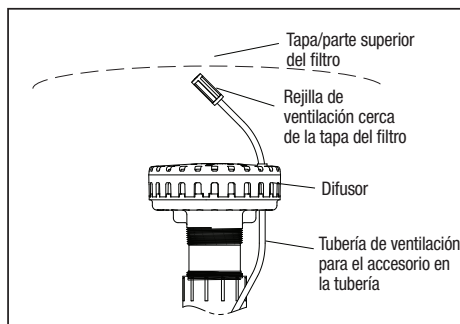

Figura 11. Posición de escape automático
9. Asegúrese de que el tubo de escape automático esté en su lugar (enroscado a través del difusor) y que la rejilla de ventilación esté instalada en la parte superior del tubo de escape (consulte la Figura 11).
2. Antes de instalar la tapa, asegúrese de que la rejilla de ventilación de aire de la parte superior del tubo de escape esté colocada correctamente sobre el difusor, de modo que esté cerca de la parte inferior de la tapa cuando se instale la tapa (consulte la Figura 11).